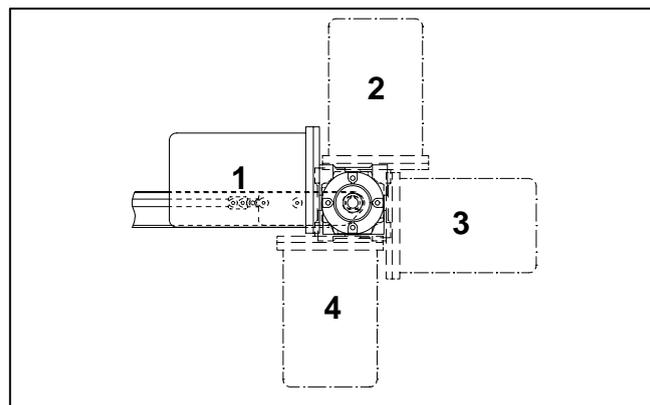

Abbildung 3
HINWEIS: Getriebemotor kann in Positionen 1, 2, 3 oder 4 betrieben werden (Abbildung 3).
2. Falls erforderlich, die Getriebemotorposition durch Herausschrauben von vier (4) Schrauben ändern (I siehe Abbildung 4). Den Getriebemotor in die andere Position drehen (Abbildung 3) und die Schrauben wieder einsetzen (I). Mit 12 Nm festziehen.